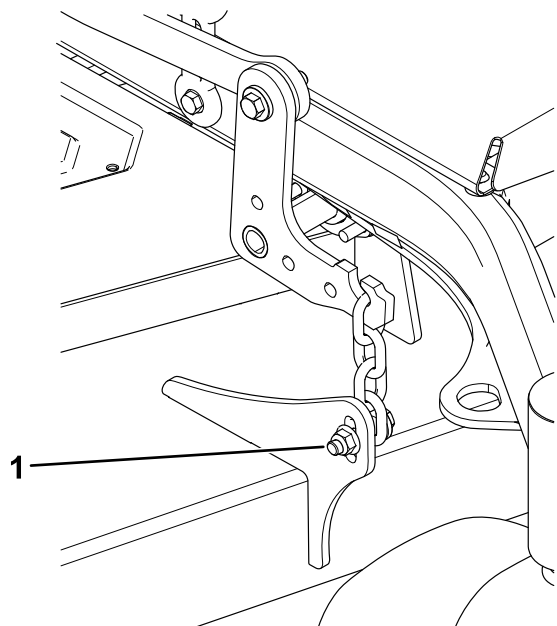

**Figura 75**
4. Coloque dos bloques de 6.6 cm (25/8" de grosor debajo de cada lado del borde delantero de la carcasa, pero no debajo de los soportes de los rodillos protectores del césped (Figura 75).
5. Coloque dos bloques de 7.3 cm (27/8" de grosor debajo del borde trasero del faldón de la carcasa de corte, uno en cada lado de la carcasa de corte (Figura 75).